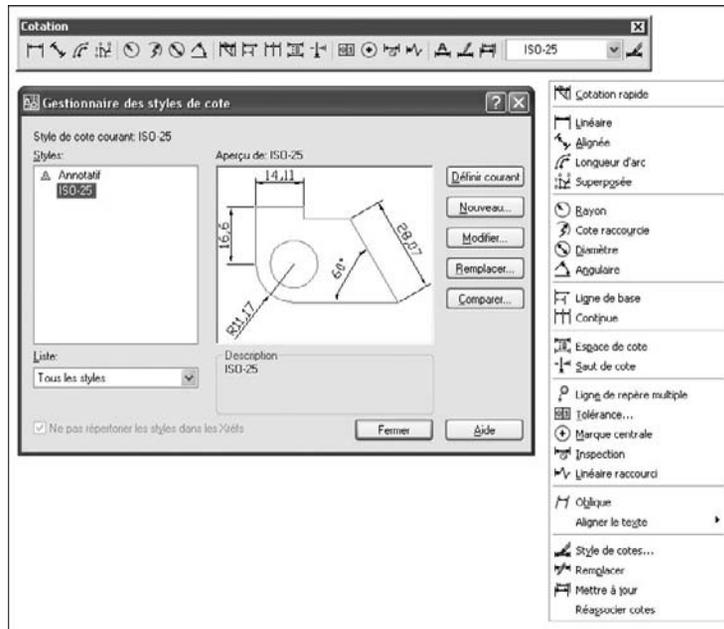

Fig.9.3
**La réalisation des cotations s'effectue à travers trois outils distincts (fig.9.3) :**